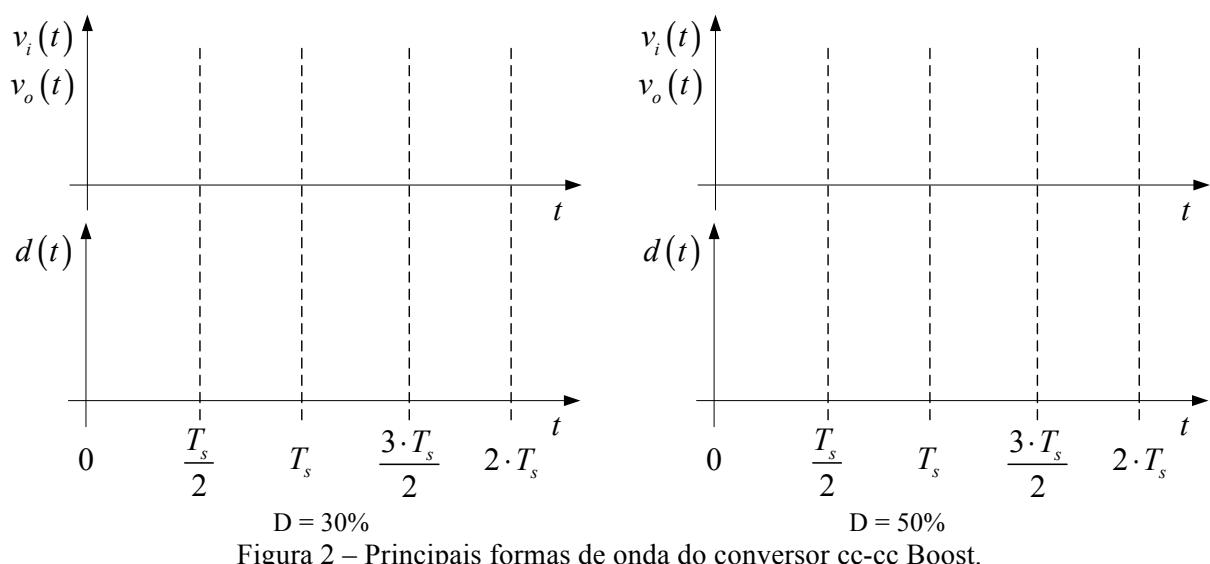

Figura 2 – Principais formas de onda do conversor cc-cc Boost.
- 1) Esboce as formas de onda observadas no osciloscópio na Figura 2.